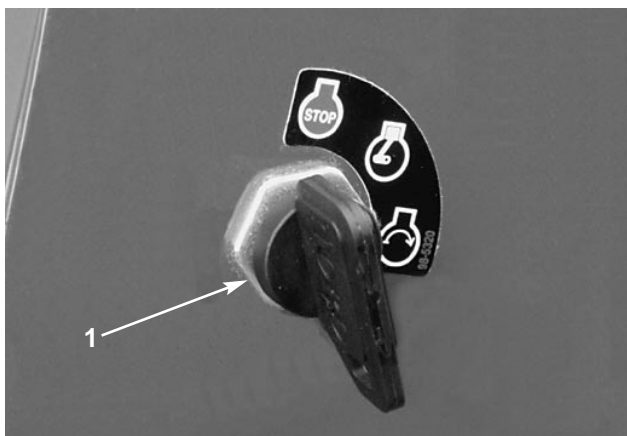

Fig. 11
**Interruttore di accensione** (Fig. 11)—L'interruttore di accensione, utilizzato per avviare e fermare il motore, ha tre posizioni: OFF, RUN (preriscaldamento della candela a incandescenza) e START. Girare la chiave in senso orario (posizione START) per mettere in moto il motorino di avviamento; quando il motore si avvia, rilasciare la chiave, che si sposterà automaticamente in posizione ON. Per spegnere il motore girare la chiave in senso antiorario, in posizione OFF.